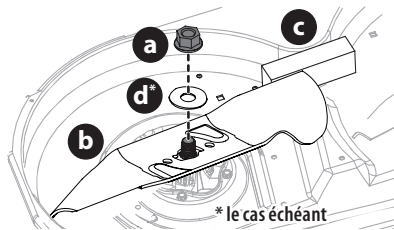

Figure 47
2. Utilisez une clé de 15/16 po pour maintenir l'écrou hexagonal au sommet de l'ensemble de la fusée en desserrant l'écrou hexagonal (a) et la rondelle (d)* retenant la lame (b). Vous pouvez placer une cale en bois (c) entre le carter du plateau de coupe et le tranchant de la lame (b) pour aider à débloquer l'écrou hexagonal (a) et la rondelle (d)* retenant la lame (Figure 47).
2. Lorsque vous réinstallez les lames, assurez-vous de ce qui suit (Figure 47 à la page 106) :